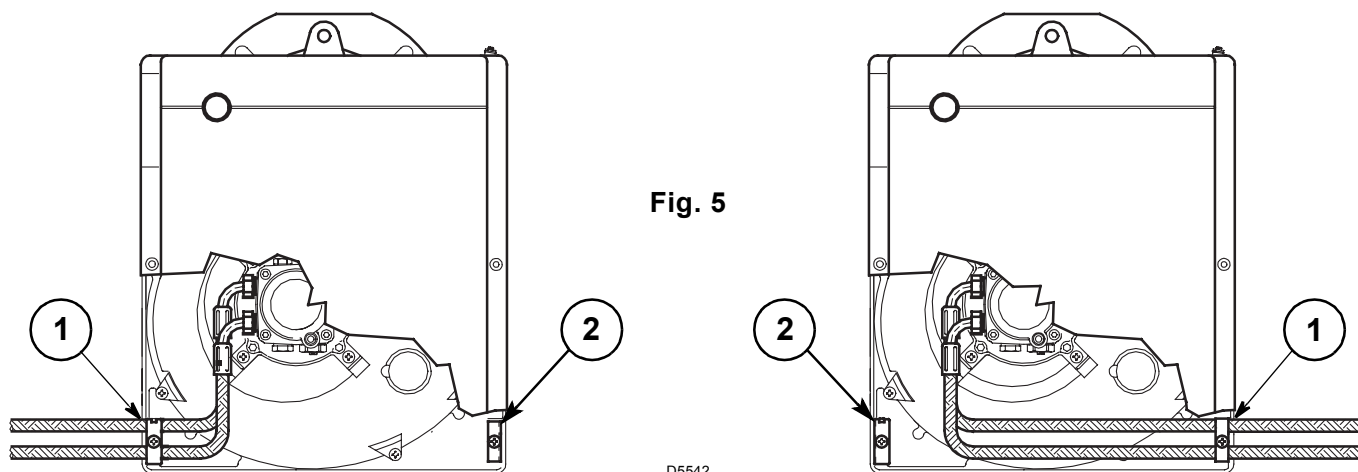

Fig. 5
Le brûleur est prééquipé pour recevoir les tubes d'alimentation du fioul des deux côtés. Selon que la sortie des flexibles est à droite ou à gauche, il peut y avoir lieu de changer l'emplacement de la plaque de fixation (1) avec celle d'obturation (2), (voir fig. 5).